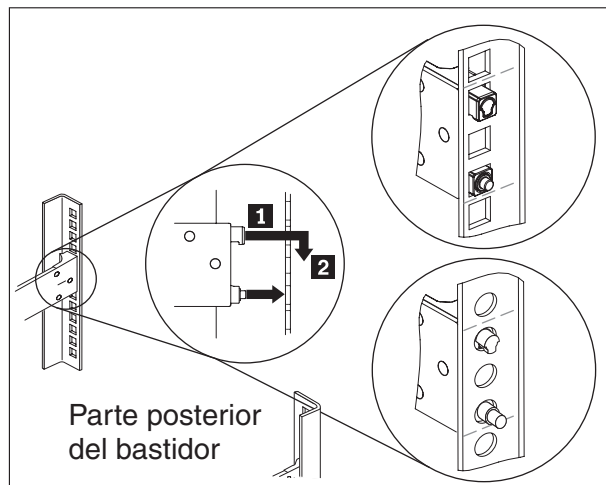

Figura 7. Instale el extremo posterior de los rieles de deslizamiento
2. Instale el extremo posterior de los rieles de deslizamiento, tal como se muestra en la Figura 7: